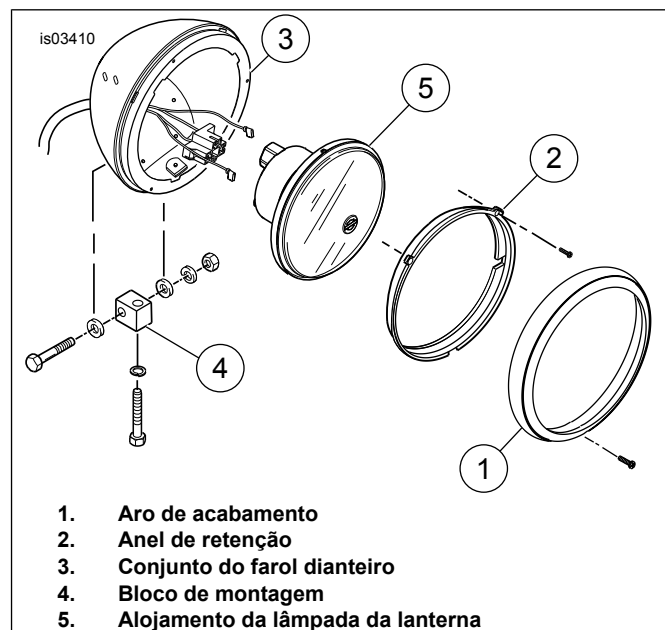

Figura 1. Conjunto do farol dianteiro
3. Veja Figura 1. Remova o parafuso do aro do farol e o aro (1).
4. Remova três parafusos do anel de retenção e o anel de retenção (2) do conjunto do farol dianteiro (3). Puxe a lâmpada para fora do conector.
9. Veja Figura 1. Remova o bloco de montagem (4) e suas ferragens.